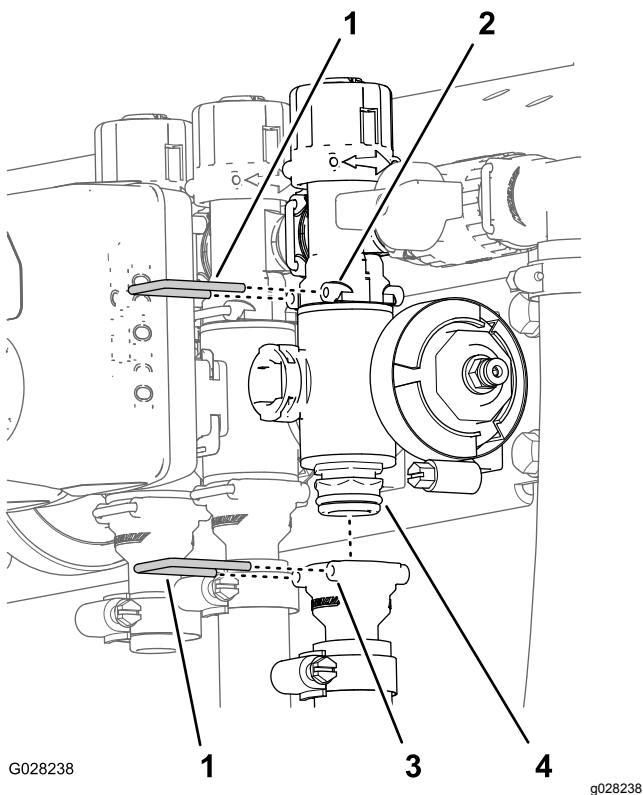

Bild 95
- Entfernen Sie die Halter, mit denen das Auslaufanschlussstück am Abschnittsventilverteiler und dem Ventilverteiler am Sicherheitsventil-Anschlussstück befestigt ist (Bild 95).